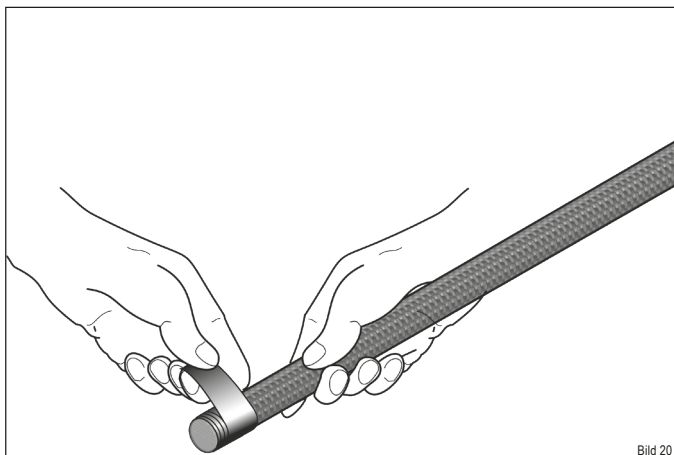

Bild 20
- ▶ Umwickeln Sie die neue Dichtung mit dem Kupferband an einer Seite mit ca. 3 cm Länge (Bild 20).
- ▶ Umwickeln Sie das Ende auch mit Kupferband (Bild 20) und drücken Sie die Dichtung in die Führung rein (Bild 24)